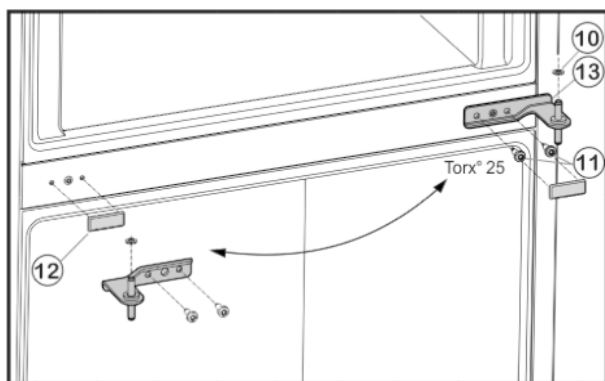

Fig. 5
- ▶ Odšroubujte upevňovací šrouby Fig. 5 (11) (2 x Torx® 25) a stojan ložiska uprostřed vytáhněte ze spodních dvířek.
- ▶ Vyměňte plastovou podložku Fig. 5 (10).
- ▶ Kryt Fig. 5 (12) opatrně stáhněte.
- ▶ Kryt Fig. 5 (12) opět nasadte na protilehlé straně.
- ▶ Prostřední stojan ložiska Fig. 5 (13) otočený o 180° nasadte do spodních dvířek a našroubujte jej pomocí upevňovacích šroubů Fig. 5 (11) (2 x Torx® 25) pevně na novou stranu závěsu dveří (**4 Nm**).
- ▶ Opět nasadte plastovou podložku Fig. 5 (10).
- ▶ Horní dvířka usadte na prostředním ložiskovém čepu Fig. 5 (13).